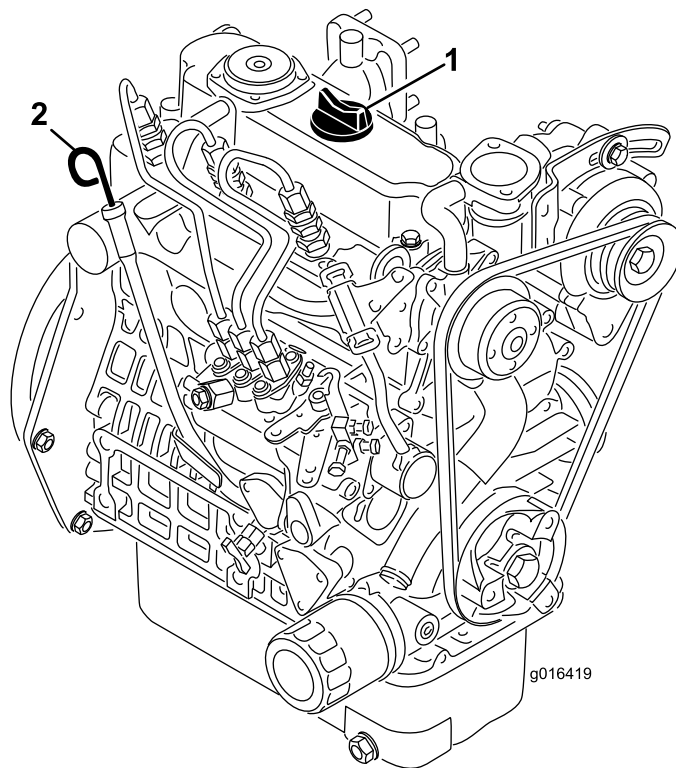

Figura 32
2. Scoateți joa și tergeți-o cu o lavetă curată (Figura 32).